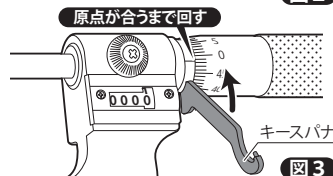

図3
- Use spanner to rotate Sleeve to align the 0-Point lines. (Fig.3)
3. 原点が一致するまで、ケースパナでスリーブを回す。(図3)